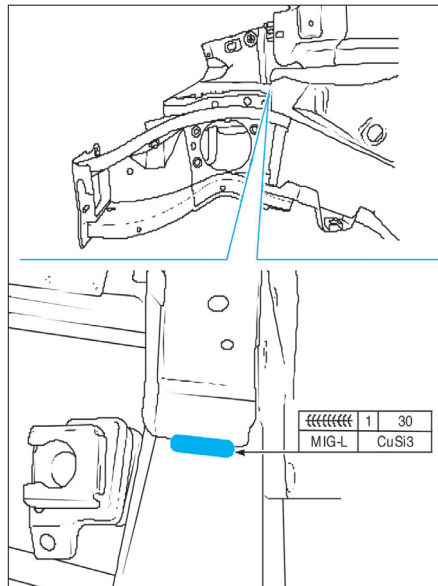

FIG. 21
- Effectuer le cordon sur la partie supérieure (fig. 21).